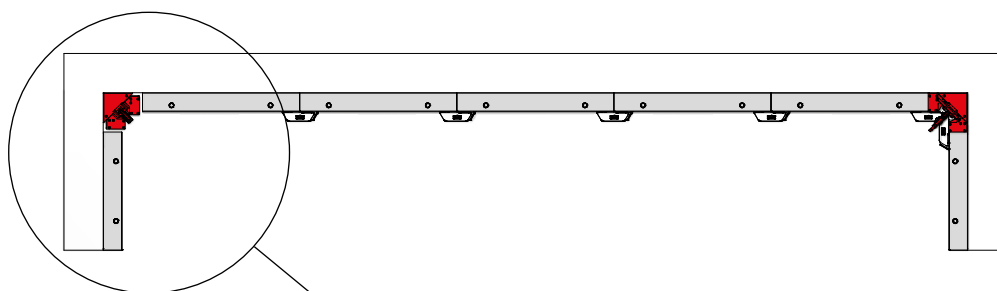

Fig. 38.2
2. Actionner l'angle intérieur décoffrant M (Fig. 38.2 et page M350-35 à M350-37).